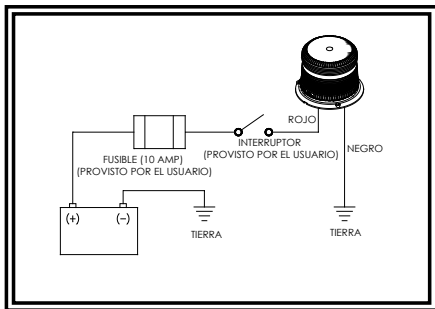

Figura 3
- Conecte los cables de alimentación como se indica en la sección de cableado (vea la figura 3).
El cableado para esta configuración es el que se muestra en la figura 3 a continuación. Todo el cableado debe ser como mínimo 18 AWG. La línea positiva debe tener un fusible de 10 amperes, según se indica. Se puede utilizar un interruptor para controlar la función de encendido-apagado.